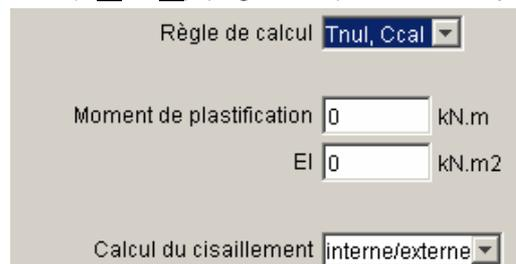

Figure 48 : boîte de dialogue Renforcements : onglet 1 (clous), avec règle de calcul (T_{nul} , C_{cal})
- ⇒ Si la règle de calcul est (T_{nul} , C_{cal}) (Figure 48), il faut compléter :